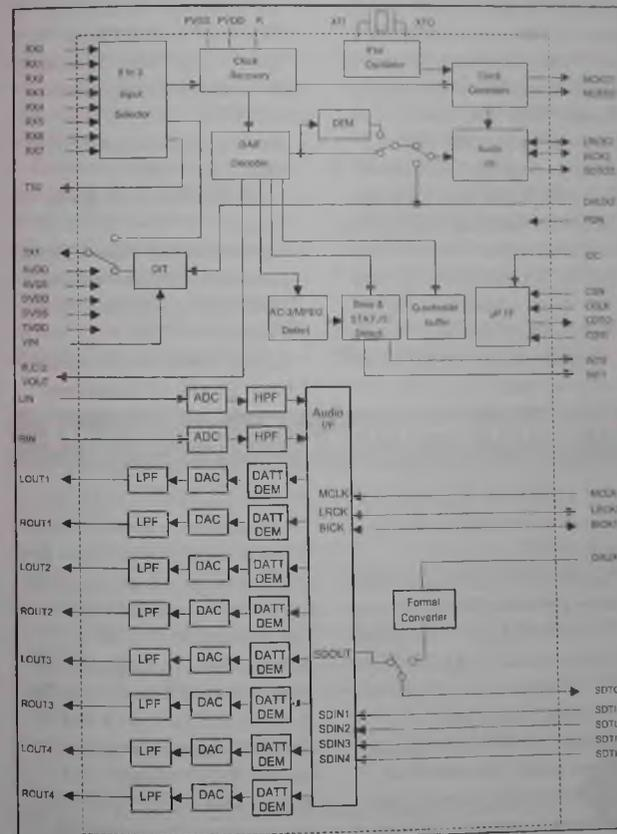

Рис. 11. Структурная схема ИМС AK4588
- **IC1318 AK4588** — 2/8-канальный аудиокodeк с цифровым интерфейсом (DIR) фирмы Asahi Kasei. Структура микросхемы приведена на рис. 11.